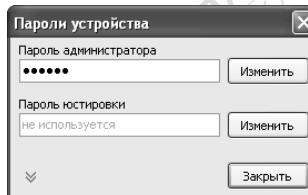

Рисунок 3
7.4 При первой попытке изменения настроек программы предложит ввести пароль администратора, нажать "Да". В появившемся окне ввести пароль (заводское значение – "123456") и нажать кнопку "Закрыть" (рисунок 3).